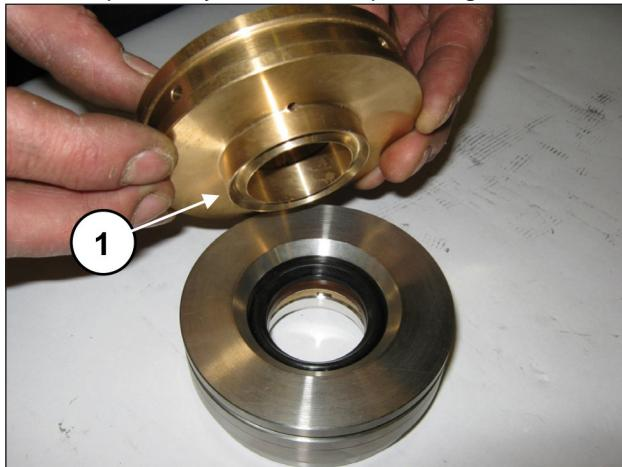

Fig. 181
Junte o suporte das juntas à camisa (pos. ①, Fig. 181).